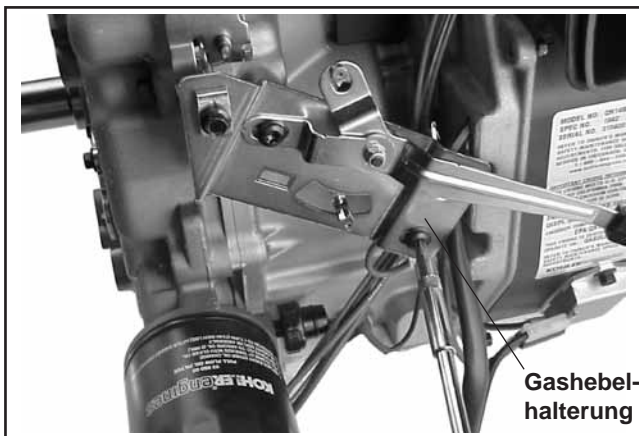

Abbildung 11-54. Gashebelhalterung einbauen.
1. Montieren Sie die Gashebelhalterung mit den beiden Befestigungsschrauben am Kurbelgehäuse. Falls auch ein Massekabel vom Gleichrichtungsregler befestigt war (bei Modellen mit Plastiklüfter), befestigen Sie es hinter der Gashebelhalterung an der unteren Schraube. Siehe Abbildung 11-54.